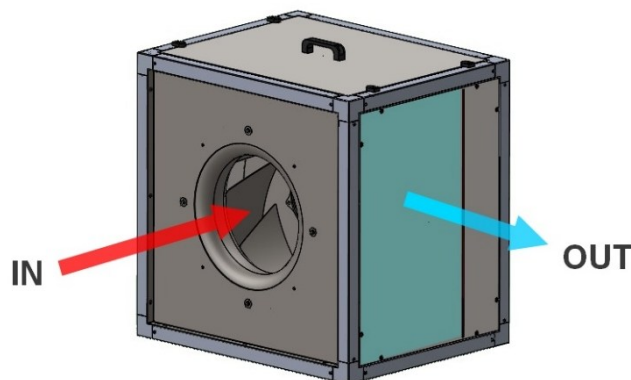

Figure 1
- Raccorder le conduit d'aspiration sur le pavillon frontal. Raccorder le conduit de refoulement sur un panneau latéral, dans la zone délimitée par le ruban (voir figure 1).